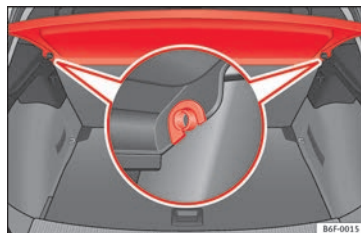

Fig. 166 En el maletero: desmontar y montar la bandeja.
- Desencaje la bandeja de los soportes laterales »» fig. 166 tirando de ella hacia arriba y extraiga la bandeja.
- Introduzca la bandeja horizontalmente haciendo coincidir la “herradura” sobre el eje de los soportes »» fig. 166, y presione hacia abajo hasta que encastre.